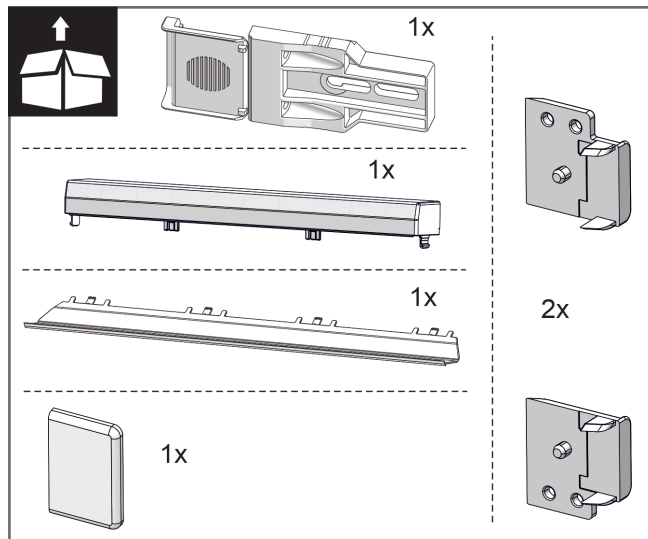
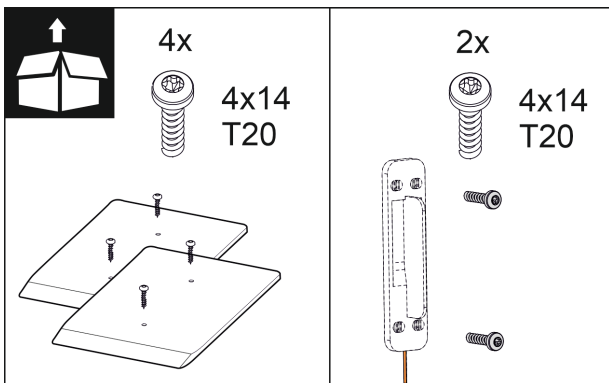

Fig. 10
Fig. 16
2. Preverite dele za montažo v priloženem paketu. *Fig. 10 () do Fig. 16 ()*
Delci za montažo v priloženem paketu *Fig. 10 () do Fig. 16 ()*